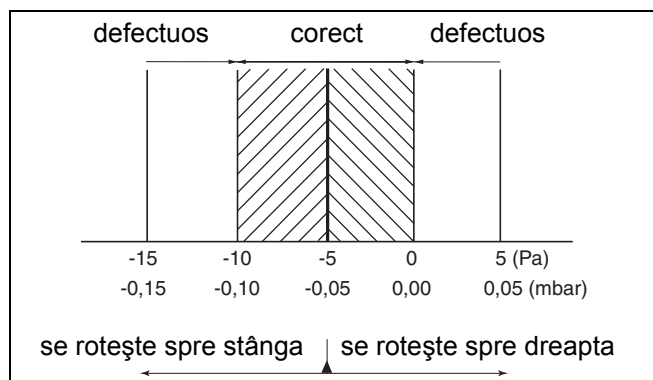

Fig. 84 Diferență gaz/aer la sarcină mai scăzută
- Citiți diferența de presiune în timpul regimului de service. Diferența de presiune ($p_{\text{gaz}} - p_{\text{aer}}$) trebuie să se ridice la -5 Pa ($\pm 5 \text{ Pa}$) (Afișaj pe aparatul de măsurare: -10 până la 0 Pa) (Fig. 84).